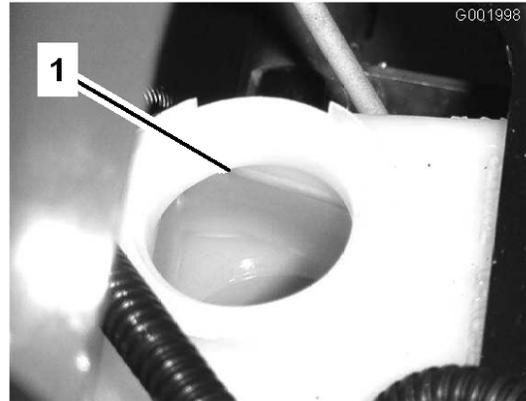

図 62
2. タンクの FULL マークまでオイルが入っているのを確認する (図 62)。